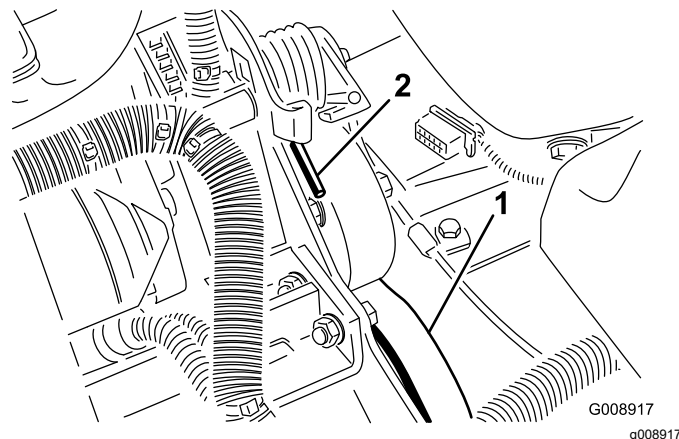

Figura 77
2. Empurre a mola para a frente e para trás (**Figura 77**) para a desprender do apoio e libertar a tensão da mola.